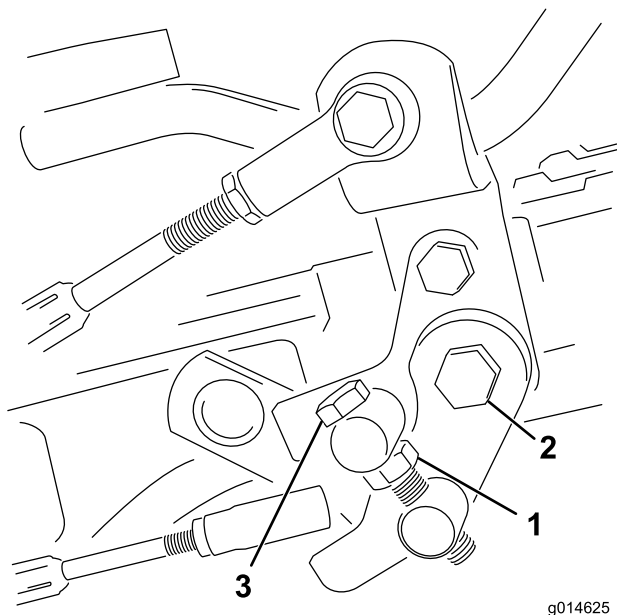

Figure 50
1. Desserrez l'écrou de blocage sur le boulon de tourillon (Figure 50).
4. Serrez l'écrou de blocage sur le boulon de tourillon et l'écrou sur le pivot de la pédale pour bloquer le réglage (Figure 50). Vérifiez le réglage et ajustez-le si nécessaire.